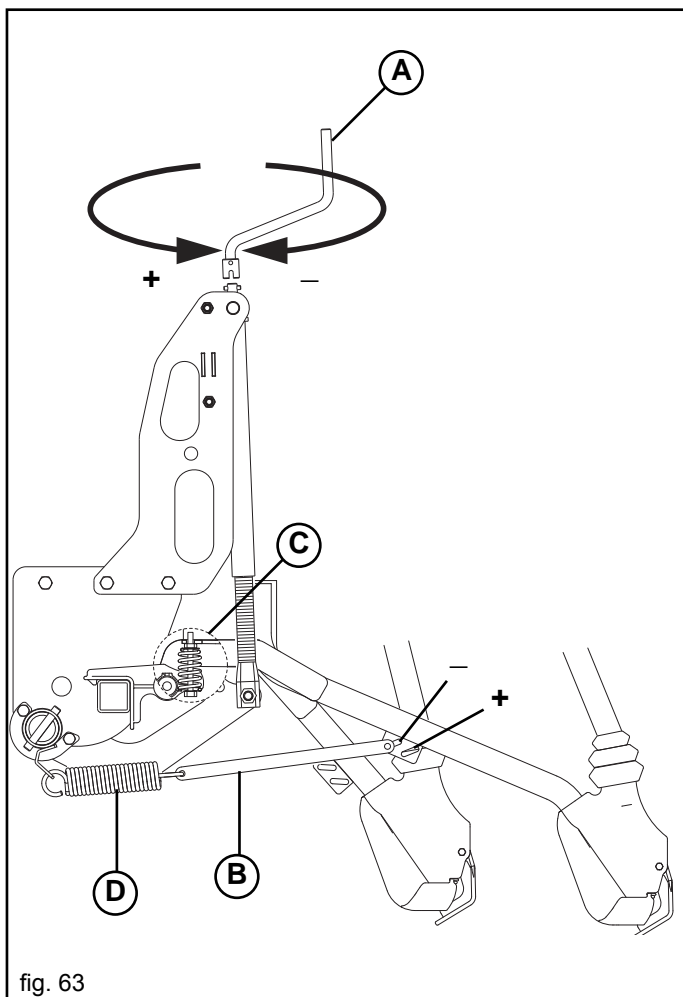
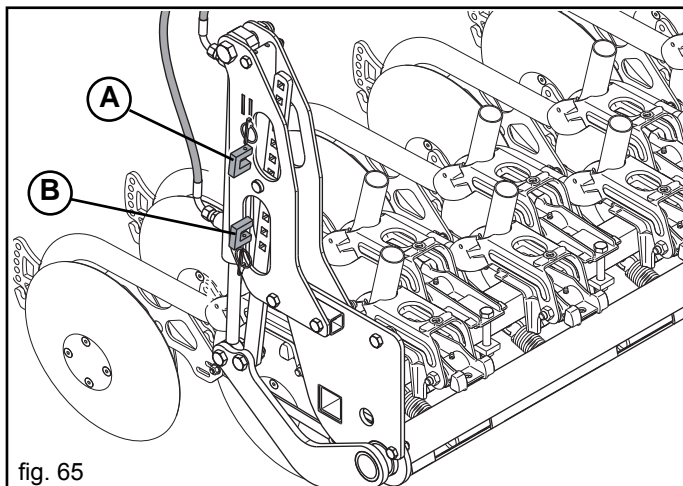

fig. 63
fig. 65
La profondità di semina viene regolata, contemporaneamente per tutti gli assolcatori tramite una manovella (A, Fig. 63), che consente, se girata in senso antiorario, di esercitare una maggiore pressione degli assolcatori sul terreno e quindi automaticamente una deposizione più profonda del seme.
Si può ulteriormente regolare la pressione, singolarmente, cambiando la posizione del tirante (B Fig. 63).
Solo con assolcatori a stivaletto è disponibile, come accessorio, una molla (C, Fig. 63) che consente di azzerare il peso del singolo elemento a molla (D) completamente scarica. In questa situazione è possibile eseguire semine superficiali.
A richiesta, la seminatrice può essere dotata di regolazione idraulica della pressione degli assolcatori (Fig. 65). Il dispositivo viene montato al posto della vite di regolazione manuale (Fig. 63) e collegato attraverso gli appositi tubi idraulici al distributore della trattore (doppio effetto).
I blocchetti (A-B, Fig. 65) determinano rispettivamente la massima e la minima pressione applicabile agli assolcatori fungendo da finecorsa del cilindro oleodinamico.